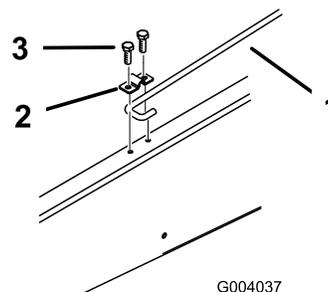

Figure 13
- Desserrez le boulon de fixation de l'attache de la béquille jusqu'à ce que vous puissiez faire passer l'extrémité en J de la béquille sous l'attache (Figure 13)
- Serrez le boulon et fixez l'autre côté de l'attache avec un boulon (5/16 x 3/4 pouce) neuf (Figure 13).